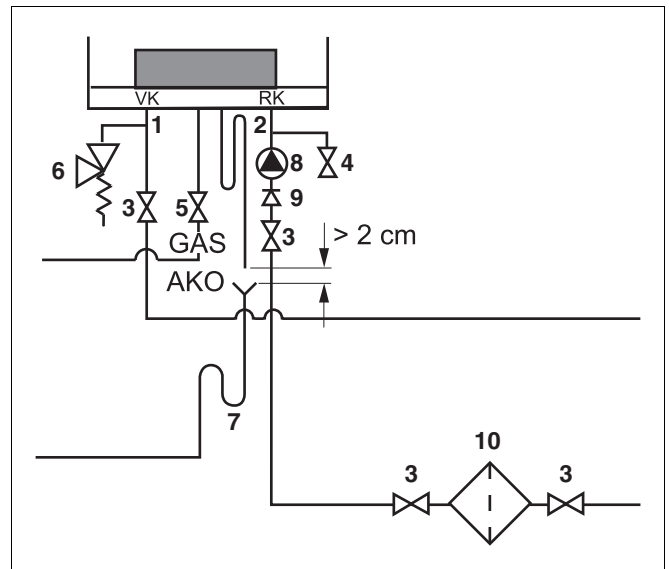

Bild 15 Ansluta fram- och returledning
Vi rekommenderar att du monterar ett smutsfilter (bild 15, pos. 10) i returledningen som skydd för hela värmeanläggningen. Vid anslutning av värmepannan till en värmeanläggning som varit i bruk en längre tid är denna åtgärd absolut nödvändig.
- Montera framledningen med inlagd flat gummitätning späningsfritt vid anslutningen VK (framledning panna) (bild 15, pos. 1). Använd en framledning med en minimidiameter på 1½".
- Montera returledningen med inlagd flat gummitätning späningsfritt vid anslutningen RK (returledning panna) (bild 15, pos. 2). Använd en returledning med en minimidiameter på 1½".
- Montera en underhållskran (bild 15, pos. 3) vardera i fram- och returledningen för underhåll och service av värmepannan. Använd underhållskranar med en minimidiameter på 1½".
- Anslut en påfyllnings- och tappningskran (bild 15, pos. 4) i returledningen.